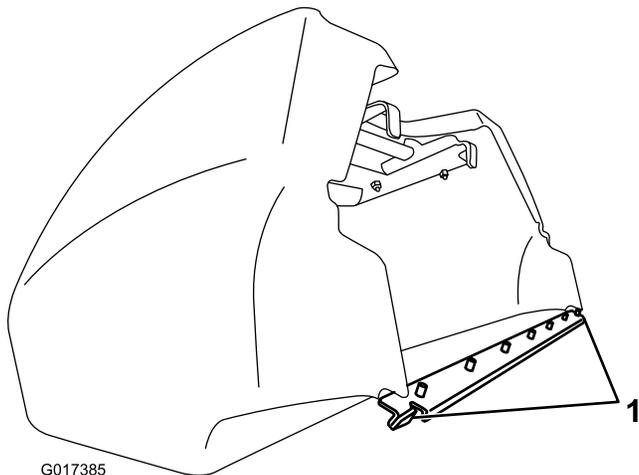

**Figura 17**
1. Agarre no cesto pela pega (Figura 17).
2. Oriente o rebordo do cesto entre as placas laterais da unidade de corte e sobre o rolo frontal (Figura 17).
3. Instale os ganchos do cesto por cima do arco da estrutura (Figura 17).